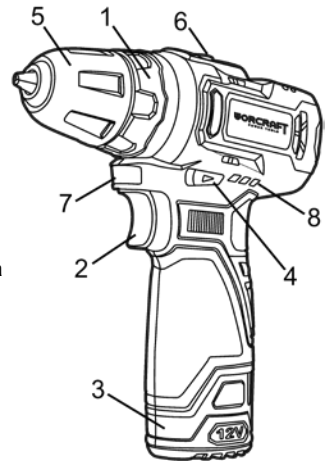

Рисунок 1
4.1.3 Встановіть необхідний крутний момент за допомогою кільця регулятора моменту затягування (1) (див. рисунок 1).
4.3 Для ввімкнення виробу натисніть на клавішу вимикача (2) (рисунок 1). Для вимкнення виробу слід клавішу відпустити. Регулювання швидкості обертання патрона здійснюється ступенем натискання на клавішу вимикача.